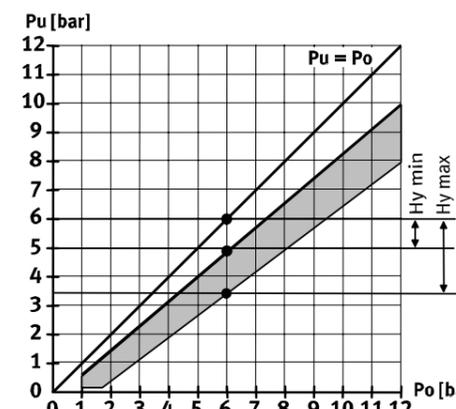

Bild 5
Hysteresis	adjustable [not with PEV-1/4-SC-OD] (adjusting range see Fig. 5; as supplied: 1.2 bar ± 0.3 bar)
7. Beaufschlagen Sie den PEV-... mit dem oberen Schaltdruck p_o (unterer Schaltdruck p_u plus gewünschte Hysteresis H_y [siehe hierzu Diagramm in Bild 5]). Der Durchgangsprüfer bleibt unverändert.
Hysteresis	einstellbar [nicht bei PEV-1/4-SC-OD] (Einstellbereich siehe Bild 5; Lieferzustand: 1,2 bar ± 0,3 bar)